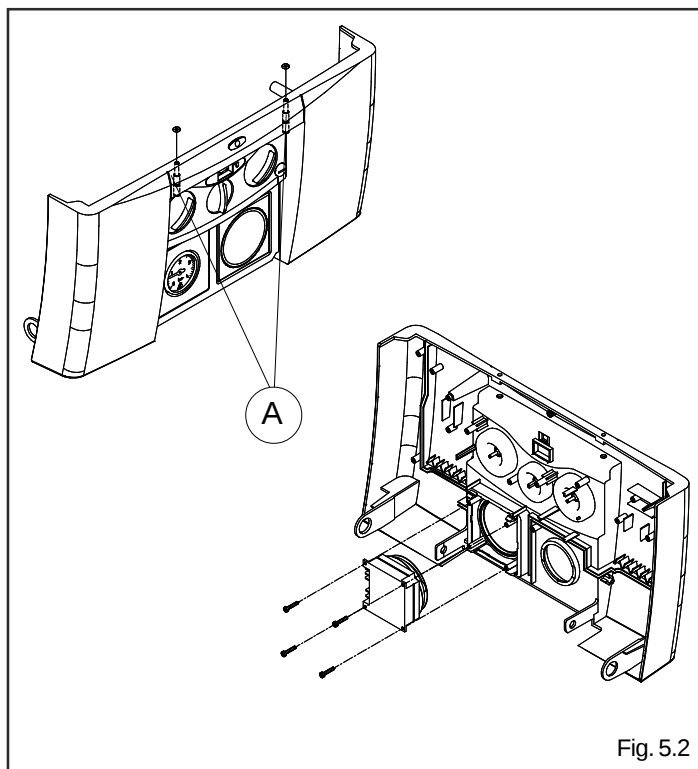

Fig. 5.2
- afloje con un destornillador recto los dos tornillos A de fijación del panel (fig. 5.2)
- monte el reloj en la específica sede, utilizando los tornillos suministrados (fig. 5.2)